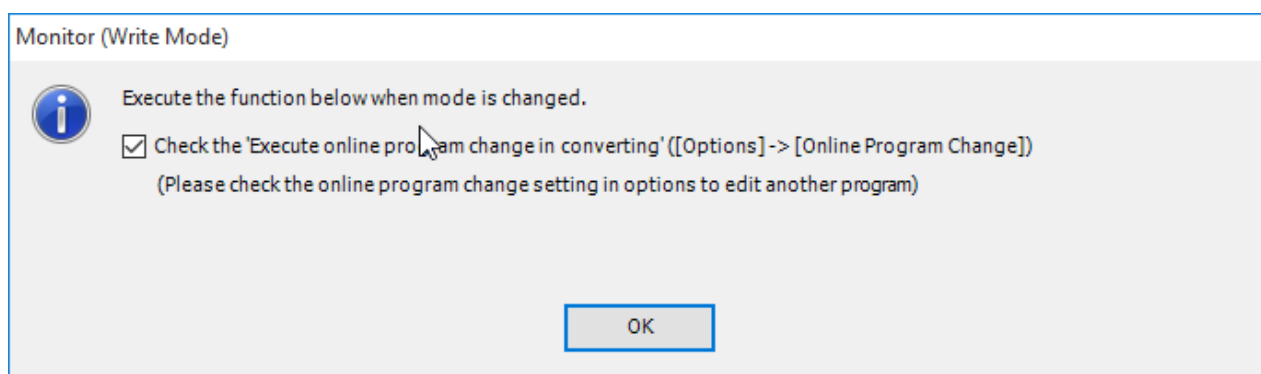

Figura 30: Confirmação ao inicializar o modo de Escrita Online
Em [Monitor Write Mode], o modo de permissão para modificar o programa em modo online, será solicitado para que você confirme se deseja que ao Compilar o programa (item 2.2.3 Compilação do programa no GX Works3) seja feita a troca online na CPU, de acordo com a Figura 30.